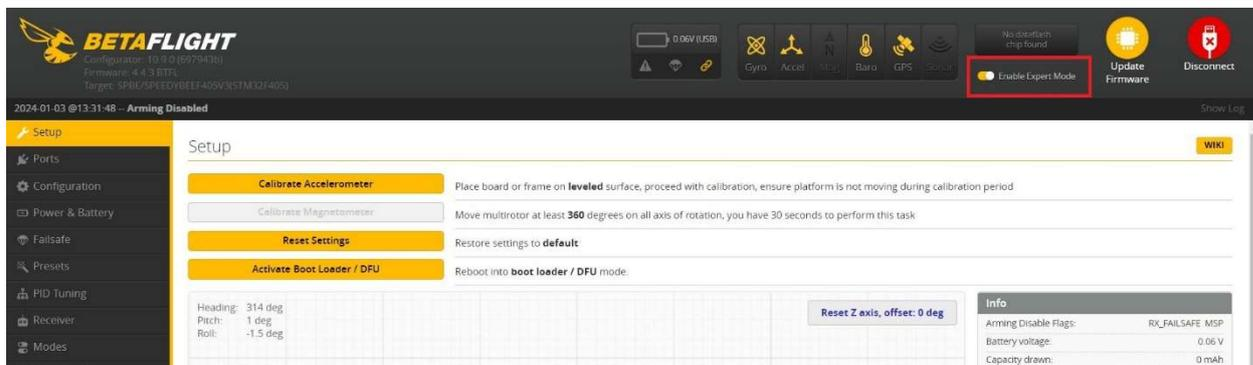

Рис.2 - Режим «Enable Expert Mode».
2.1 Необхідно увімкнути режим «Enable Expert Mode». Для цього переведіть повзунець у верхньому правому куті програми BetaFlight в положення «ВКЛ», як зображено на рис.2.